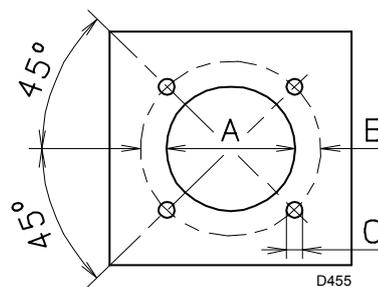

Fig. 11
Forare la piastra di chiusura della camera di combustione come in Fig. 11. La posizione dei fori filettati può essere tracciata utilizzando lo schermo termico a corredo del bruciatore.
- Infilare tutto il bruciatore sul foro caldaia, precedentemente predisposto (Fig. 11), e fissare con le viti date a corredo.